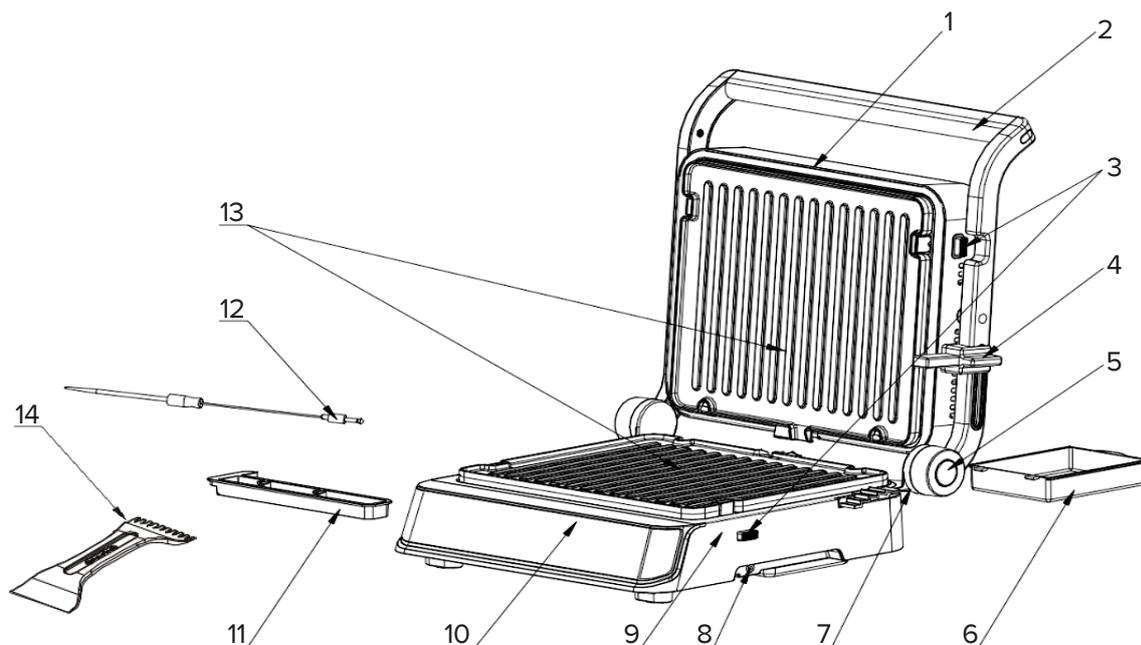

Рис. 1
2. Достать термозонд легко — достаточно выдвинуть отсек для хранения термозонда 11 (смотрите рис. 1) из нижней части корпуса гриля (с левой стороны) и извлечь из него устройство.